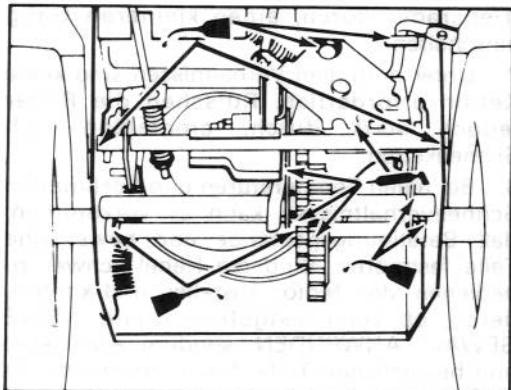

Abbildung 17
- Die gekennzeichneten Punkte mit SAE 10W-40 Öl ölen (Abb. 17). Überschüssiges Öl abwischen.